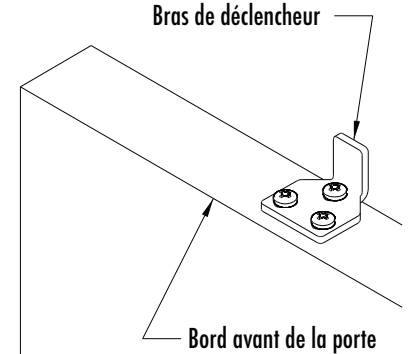

Figure 3
Étape 5) Avec les deux jeux de mécanismes de fermeture en douceur en position réceptrice de loquet, les bras de déclencheur peuvent maintenant être installés à l'aide des vis n°8 à tête cruciforme fournies (voir la Figure 3). Assurez-vous d'installer les trois vis sur chaque bras de déclencheur. Avec les deux bras de déclencheur en place, faites glisser la porte pour la fermer afin d'engager le premier mécanisme de fermeture en douceur, puis faites glisser la porte pour l'ouvrir afin d'engager le second mécanisme de fermeture en douceur (voir la Figure 4). Fermez et ouvrez à nouveau la porte pour assurer qu'elle fonctionne correctement. Remarque : Il peut s'avérer nécessaire de déplacer les arrêts gauche et droit de votre rail. Si des réglages sont requis, il sera nécessaire de retirer les deux cales d'espacement mural extérieures du rail pour permettre de repositionner les arrêts gauche et droit. Une fois qu'elles sont repositionnées, insérez à nouveau les cales d'espacement extérieures sur le mur.